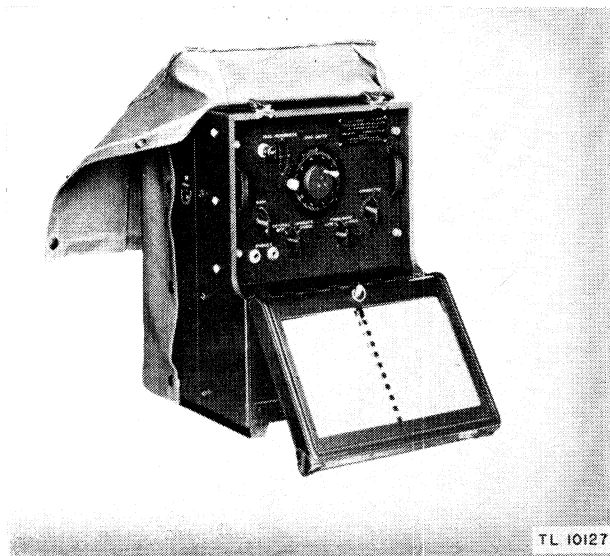

Figure 14. Frequency Meter BC 221 AA, in metal cabinet.
19. Frequency Meter BC-221-(*)(fig. 14)